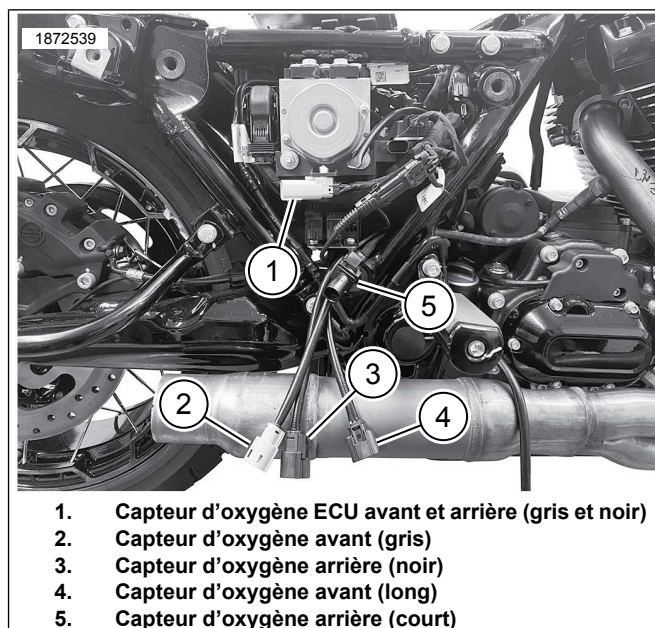

Figure 3. Acheminement du faisceau de connecteurs gris et noir
11. Voir Figure 3 et Figure 5. Installer l'ATM (1) sur la paroi extérieure de la zone de la batterie, derrière le cylindre arrière avec les câbles orientés vers le côté droit du véhicule.